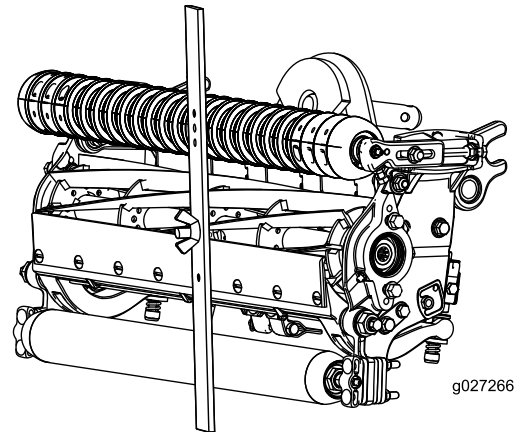

Figura 17
4. Agganciate la testa della vite sul tagliente della controlama e appoggiate l'estremità posteriore della barra sul rullo posteriore (Figura 17).
5. Ruotate la vite di regolazione finché il rullo anteriore non toccherà la barra di riferimento (Figura 17).